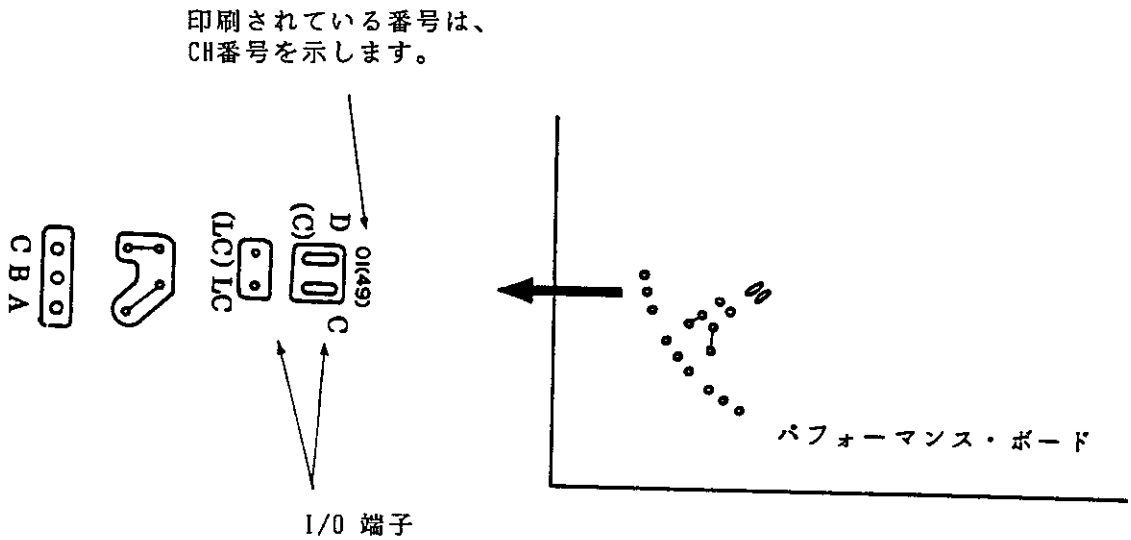

図2-2 I/O 端子
配線は、〔図2-2〕に示すように印刷されているスルー・ホールを使います。各CHごとに D, C, LC, (C), (LC)が印刷されています。(Dは使用しません。) LCまたは(LC)は、接続端子盤のUMコネクタのSIGに、Cまたは(C)は同じUMコネクタのGNDに接続しています。次節「2.2 接続一覧」を参照して下さい。